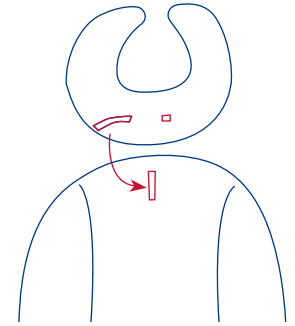

Fig. 5
- 5) • Unfasten the fabric loop on the back of the Headrest. Insert the loose end of the loop on the back of the headrest through the loop on the seat pad. Secure the headrest to the seat pad by fastening the fabric loop on the back of the headrest. (Fig. 5)
- Desabroche el lazo de tela en la parte trasera del apoyacabeza. Introduzca el extremo suelto en el lazo de la parte trasera del apoyacabeza por el lazo de la almohadilla del asiento. Sujete el apoyacabeza a la almohadilla del asiento abrochando el lazo de tela a la parte trasera del apoyacabeza. (Fig. 5)
- Détacher la boucle en tissu située à l'arrière de l'appui-tête. Insérer l'extrémité libre de la boucle à l'arrière de l'appui-tête dans le trou situé sur le coussin du siège. Fixer l'appui-tête au coussin du siège en attachant la boucle en tissu à l'arrière de l'appui-tête. (Fig. 5)